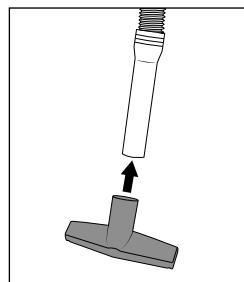

Bild 10
- ◆ Sätt dynsmunstycket ④₄ på sugslangen ②₃ för att dammsuga t ex soffkuddar eller draperier (se bild 10).